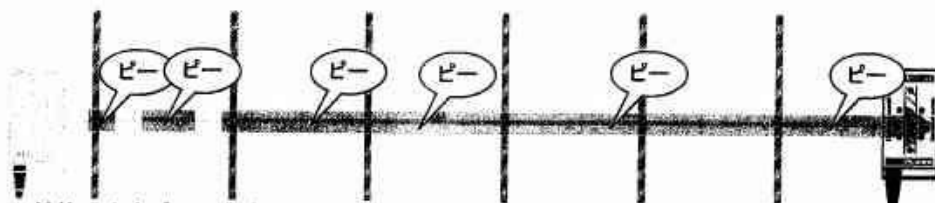

図62 : 鉄筋の上をプローブが移動している場合。
- 等間隔に“ビー”音がならなければ、プローブの真下に横の鉄筋があり、その影響を受けている可能性があります。(図62参照)